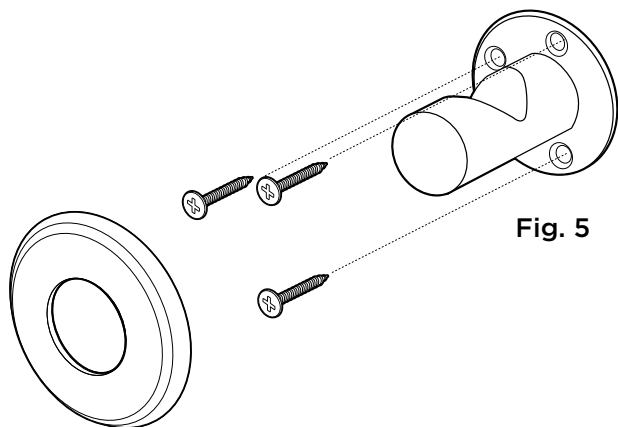

Fig. 5
- Pour installer le crochet pour sac, mesurez jusqu'à 44" (1118mm) à partir du sol fini à l'emplacement souhaité et marquez le mur. **Fig. 5**